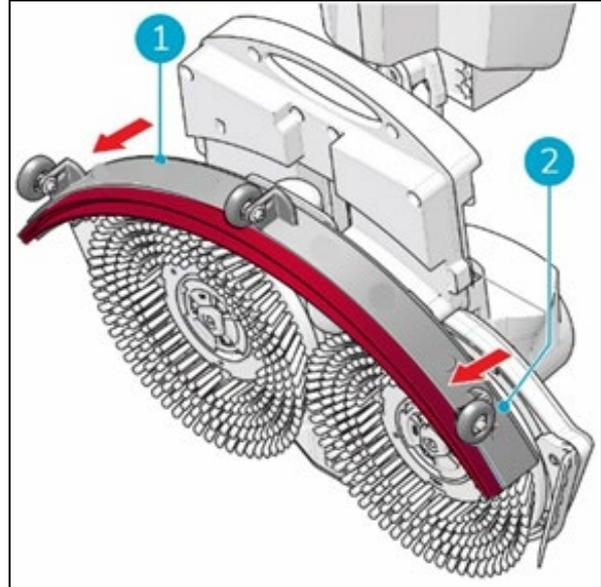

Figure 35
3. Tirez sur le côté gauche de la raclette (Figure 35, pos 1) pour la retirer.
4. Tirez sur le côté droit de la raclette pour la retirer. (Figure 35 pos 2.)